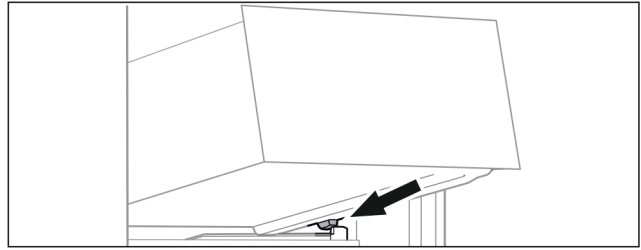

Fig. 71
- ▶ Sätt utdragslåda i vinkel på behållarens galler bakom de bakre stoppklackarna. (se Fig. 71)